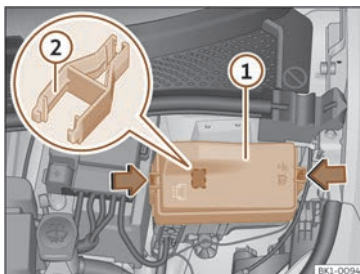

Fig. 187 No van dianteiro: tapa da caixa de fusibles.
- Prema as pestanas de bloqueio para desbloquear a tapa da caixa de fusibles >>> **fig. 187 ①**.
Na caixa de fusibles pode haber unhas pinzas de plástico para extraer fusibles >>> **fig. 187 ②**.